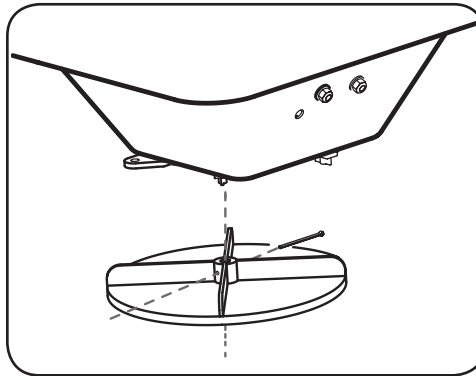

Figura 1-6
4. Asegure el disco giratorio al eje motor con una claveta. Vea la Figura 1-6.